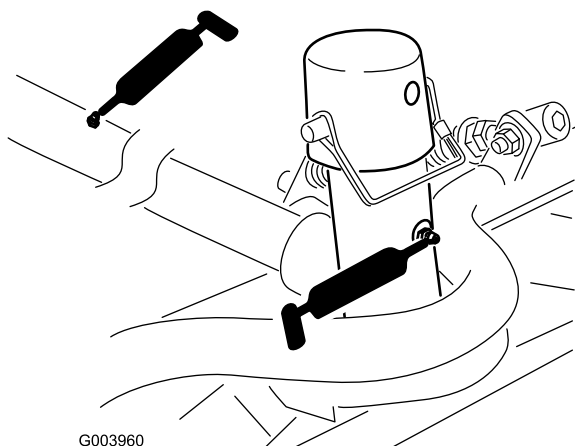

Figura 53
- Bastidor de tiro y pivote de la unidad de corte (2 en cada) (Figura 53).